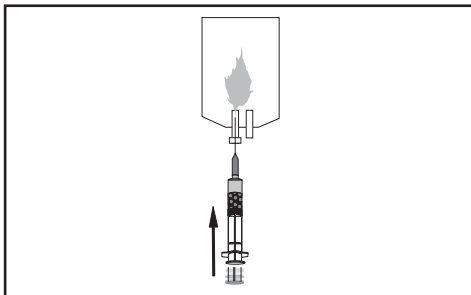

Abbildung 1.
- 1.4 Eine sterile Filternadel an der Spritze anbringen. Dabei die Spritze aufrecht halten und darauf achten, die abgesetzten Mikrosphären nicht zu bewegen. Die Filternadel nach oben halten und einen Teil der Transportlösung ausstoßen (Abbildung 1). Darauf achten, dass ausreichend Transportlösung in der Spritze verbleibt, um die Mikrosphären zu bedecken.